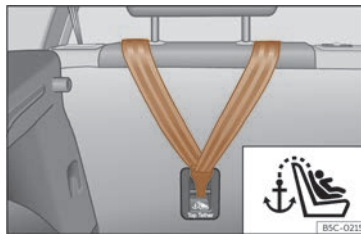
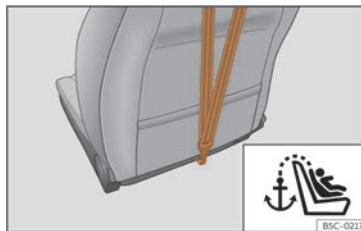

Fig. 43 Partea spate a scaunelor spate: Punct de ancorare centură Top Tether.
Fig. 44 Spatele spătarului scaunului pasagerului față: Punct de ancorare centură Top Tether (nu este disponibil pentru toate piețele/versiunile).
Scaunele pentru copii cu sistem Top Tether sunt echipate cu o centură suplimentară pentru fixarea de un punct de ancorare din autovehicul. Acest punct de ancorare este amplasat pe spatele spătarului banchetei spate și spătarului scaunului pasagerului față¹⁾ (identificat cu simbolul ) și oferă o reținere mai bună >>> **fig. 43**, >>> **fig. 44**.
- Glisați centura și asigurați-o corect cu ajutorul punctului de ancorare de pe spătarul banchetei spate >>> **fig. 43**, >>> **fig. 44**.